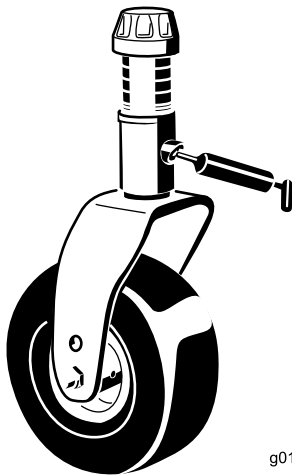

Bild 77
- 2 Laufradgabelbüchsen (Bild 77)